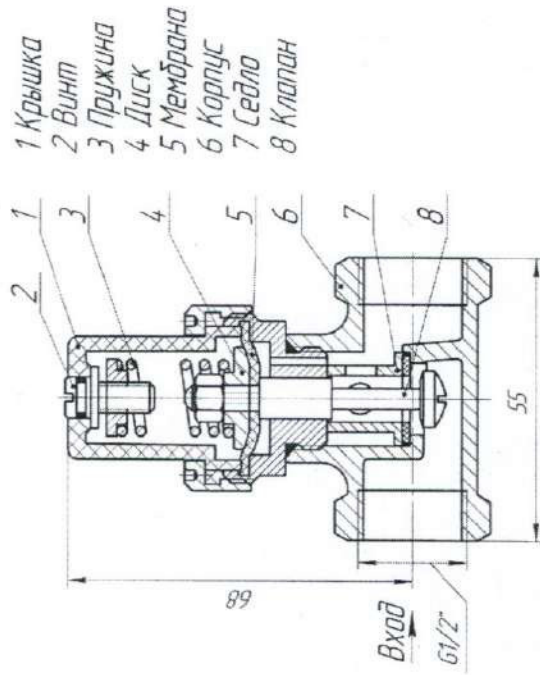

Рисунок 1
- 2.9 Габариты приведены на рис. 1